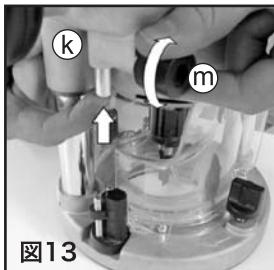

図13
1. トップノブ⑯をゆるめて、トップポール⑮を奥まで深くし込み、再び締めておきます。(図13参照)